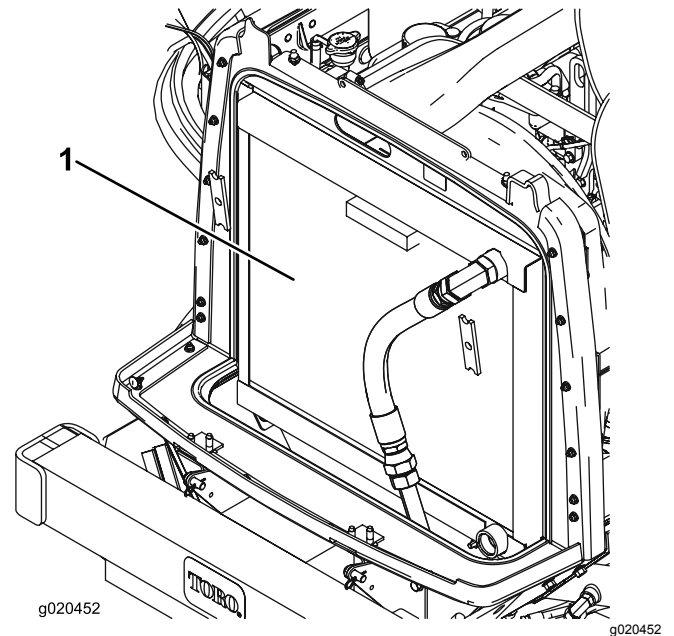

Figure 92
2. Nettoyez soigneusement les deux côtés du radiateur/refroidisseur (Figure 92) à l'air comprimé. Commencez par le côté ventilateur et soufflez les débris vers l'arrière. Nettoyez ensuite en soufflant de l'arrière vers l'avant. Répétez cette procédure plusieurs fois jusqu'à ce qu'il ne reste plus aucun débris.